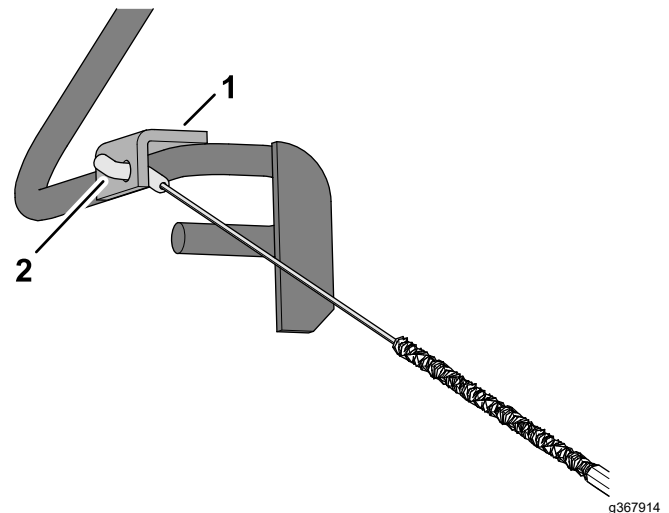

**Bild 10**
2. Führen Sie das Anschlussstück des Kabelzugs durch das Loch in der Halterung des Schaltbügels, wie in Bild 10 dargestellt.